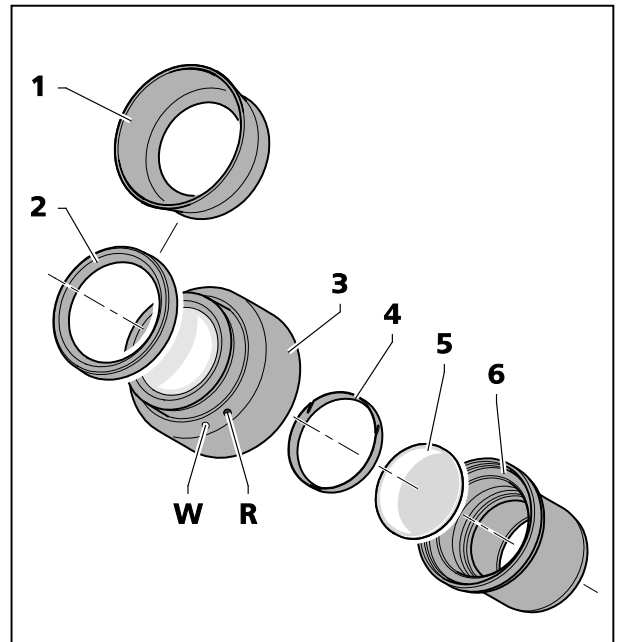

Bild 11 Okularplatte einsetzen
Die Okulare sind mit Brillenschutzingen aus Gummi versehen, um Kratzer auf den Brillen zu vermeiden. Diese können wahlweise durch umstülpbare Augenmuscheln (Bild 11/1) ersetzt werden.
- Dazu die Brillenschutzinge (Bild 11/2) von den Okularen abziehen und die Augenmuscheln (Bild 11/1) aufsetzen.
- Blendenteil (Bild 11/6) aus dem Okular (Bild 11/3) herausschrauben.
- Sicherungsring (Bild 11/5) herausziehen.
- Okularplatte (Bild 11/4) einsetzen.
Die durch den zusätzlichen Glasweg bewirkte leichte Bildverlagerung wird an der Dioptrienskala dadurch berücksichtigt, dass die Nullstellung nicht durch den weißen Punkt (Bild 11/**W**), sondern durch den roten Punkt (Bild 11/**R**) angezeigt wird.